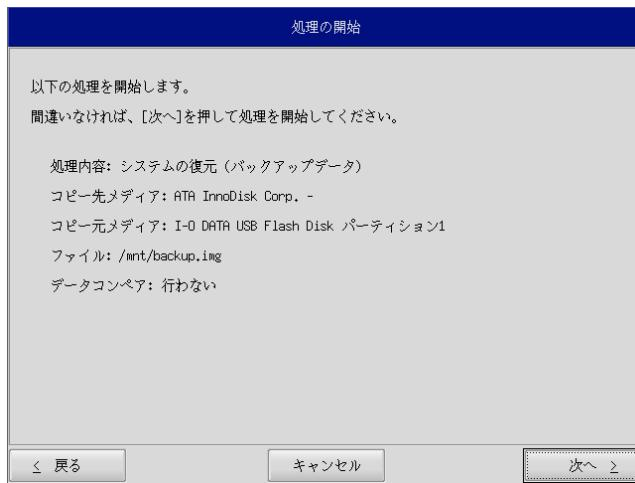

図6-3-6. 確認画面
- ⑪ 確認画面（図6-3-6）が表示されます。メディア、パーティション、保存ファイルを確認します。[次へ]ボタンを押します。